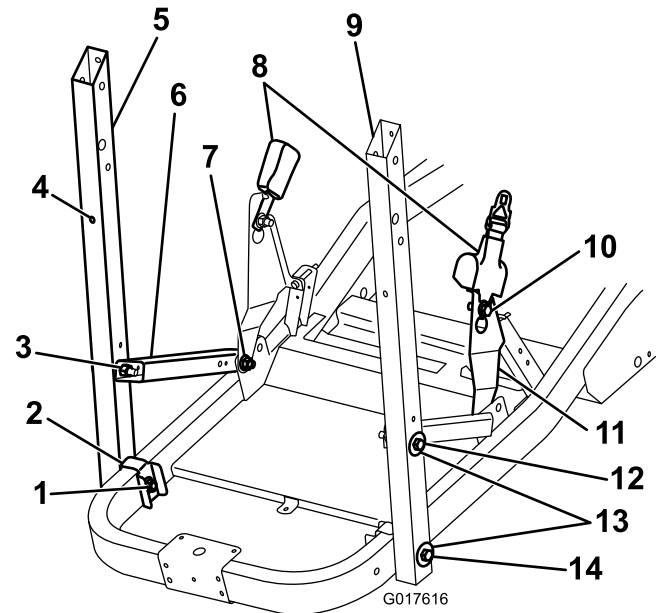
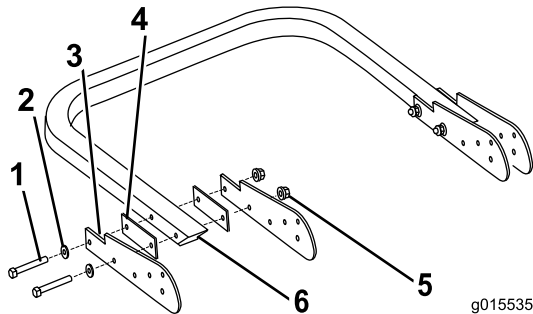

Figura 1
Figura 2
1. Sujete provisionalmente el tirante y el soporte del cinturón de seguridad al bastidor con un perno ($\frac{1}{2}$ " x $1\frac{1}{4}$ ") y una contratuerca (Figura 1), dejando que se muevan libremente.
2. Sujete provisionalmente el soporte de la barra antivuelco y el refuerzo al bastidor con un perno ($\frac{1}{2}$ " x $4\frac{1}{2}$ "), una arandela, y una contratuerca, según se muestra en Figura 1.
3. Acople el tirante al soporte de la barra antivuelco con un perno ($\frac{1}{2}$ " x $3\frac{1}{2}$ "), una arandela y una tuerca hexagonal (Figura 1).
4. Sujete el conjunto del cinturón de seguridad en el soporte con un perno de arandela prensada y una contratuerca (Figura 1).
Monte los soportes de giro en la barra antivuelco según se muestra en Figura 2. Deje los pernos con suficiente holgura para que los componentes puedan desplazarse libremente.
1. Apriete las fijaciones en el orden especificado en la tabla siguiente. Utilice Figura 1 y Figura 2 para facilitar la identificación de piezas.
2. Si es necesario, instale los dos topes de goma pequeños. Introduzca la pequeña brida de la parte trasera del tope en el taladro de la parte trasera de cada soporte de la barra antivuelco (Figura 1).